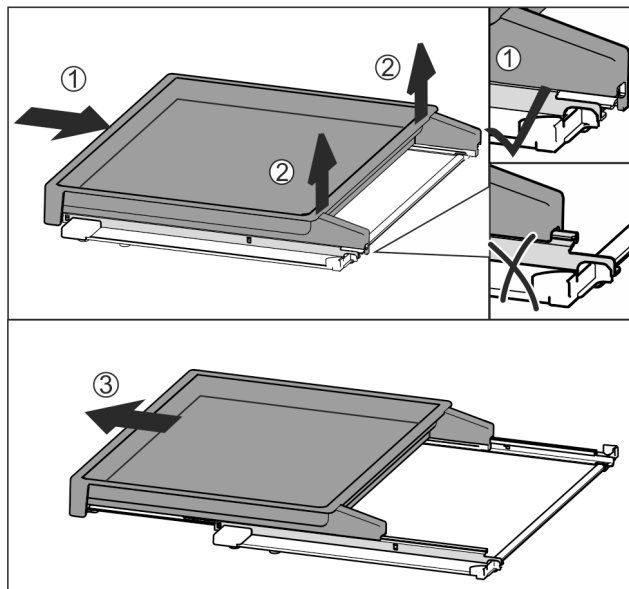

Fig. 133
- ▶ Wsunąć całkowicie wysuwaną półkę Fig. 133 (1).
- ▶ Zwolnić zatrzask po tylnej stronie Fig. 133 (2).
- ▶ Wyjąć wysuwaną półkę do przodu Fig. 133 (3).